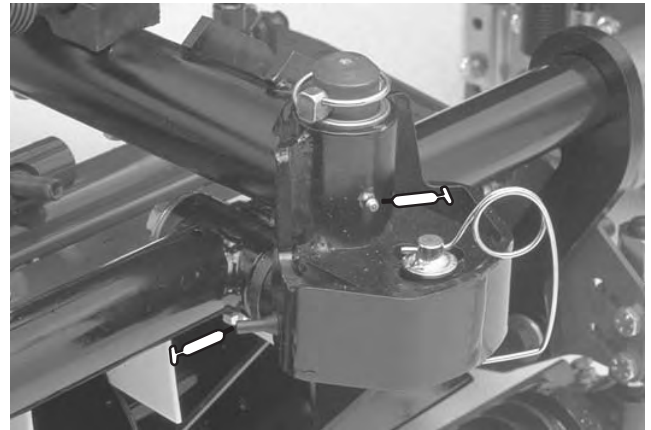

Bild 36
- Mähwerkträgerrahmen und Drehbüchsen (2 Stück) (Bild 36).